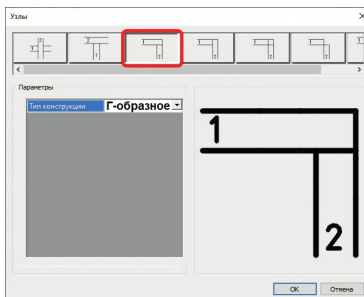

рис. 129
5. Соединим все обшивки. Для этого выберите команду **Каркас/Соединение/Панелей** и далее попарно указывайте листовые заполнения стен: **А и 1; 1 и Б; Б и 3; 3 и А**. В появляющейся карточке каждый раз выбирайте соединение, как на рис. 129. Завершите команду нажатием клавиши **Esc**.